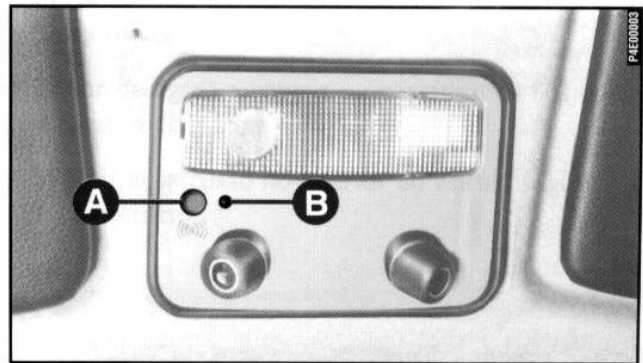

fig. 6
1) Com o motor funcionando, pressionar rapidamente o botão **A** **fig. 6**, desligar o motor e ativar o alarme eletrônico dentro de 8 segundos.
Se, ao ativar o sistema de alarme, o bip for acompanhado (após um segundo) de um outro bip mais longo, aconselha-se a recontrolar o fechamento das portas, do capô do motor e do porta-malas. Controlar também as duas cápsulas de ultra-som no conjunto da luz interna **fig. 6**. Em seguida, tentar ativar o alarme eletrônico novamente. Se a situação se repetir, dirigir-se à **Rede Assistencial Fiat**.